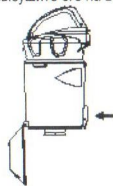

Рисунок 2
- Откройте крышку контейнера для сбора пыли и опустошите его, нажав на кнопку (рис.2)